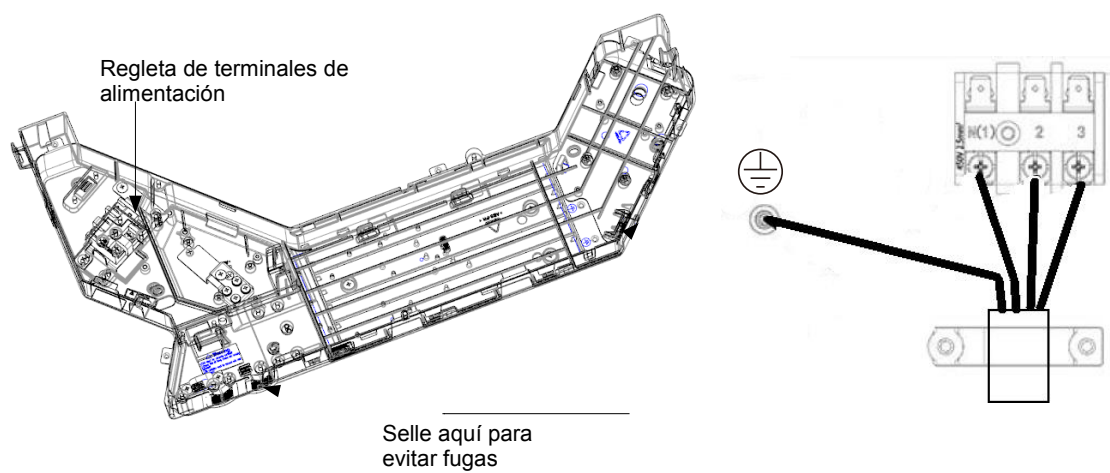

Fig.39
① . Apriete con tornillos el cable de alimentación respectivamente en las regletas de terminales. Una conexión defectuosa puede provocar un incendio.
② . Si la fuente de alimentación está mal conectada, el climatizador se puede dañar.
③ . Conecte correctamente el cable de conexión de la unidad interior según las marcas correspondientes, como se muestra en la Fig. 39.
④ . Conecte a tierra las unidades interior y exterior conectando un cable a tierra.
⑤ . La unidad debe estar conectada a tierra de acuerdo con los códigos locales y nacionales aplicables.